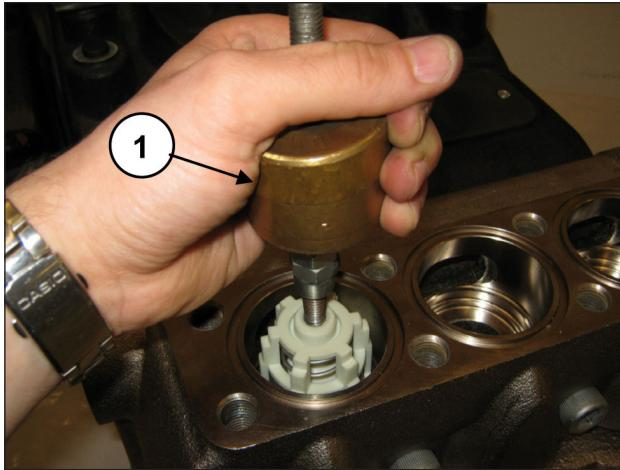

Fig. 137
Estrarre il gruppo valvola mandata mediante l'utilizzo di un estrattore a massa battente (cod. 27516400) da applicare al foro M10 del guida valvola (pos. ①, Fig. 137) o, in aggiunta, eventuale adattatore M10-M16 (cod. 25089700) da applicare al filetto M16 del guida valvola.